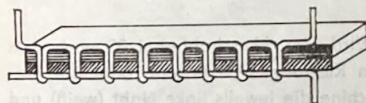

Abb. 30
Sind auf der Stoffunterseite Knötchen oder Schlingen zu sehen, ist entweder die Oberfadenspannung zu schwach oder die Unterfadenspannung zu stark. (Abb. 30)
- Schrauben nach Abb. 30 lösen